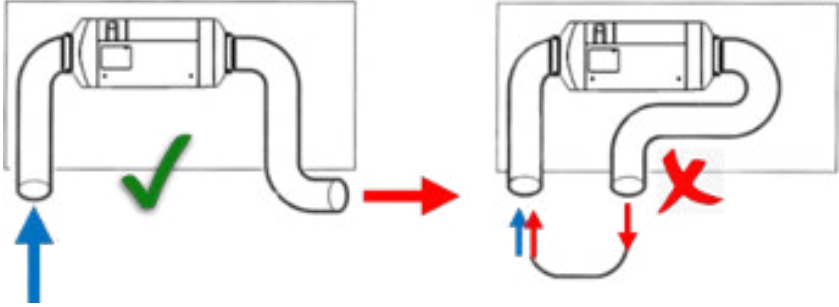

Fig. 29
- Évitez les courts-circuits dans le circuit d'air de chauffage (Fig. 29). Les courts-circuits peuvent provoquer l'arrêt du système du fait d'une surchauffe en cas d'aspiration d'air de chauffage trop chaud.